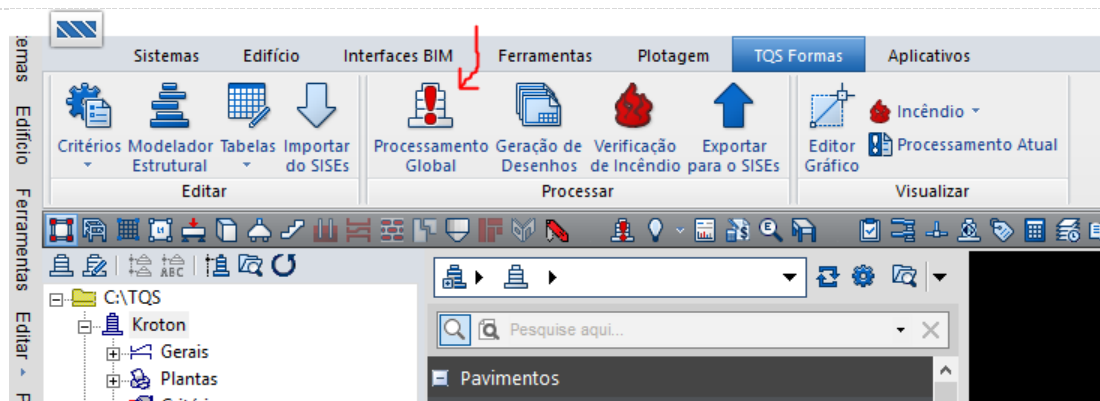

Figura 21 – Processamento global da estrutura
-Após o lançamento de toda a estrutura, é hora de realizar o processo global do edifício. Na tela inicial do TQS, clique em “Processamento global” (Figura 21) e selecione para processar as lajes, vigas e pilares (lembre-se de não processar as fundações pois não foram lançadas). A Figura 22 mostra os comandos clicados para serem processados.